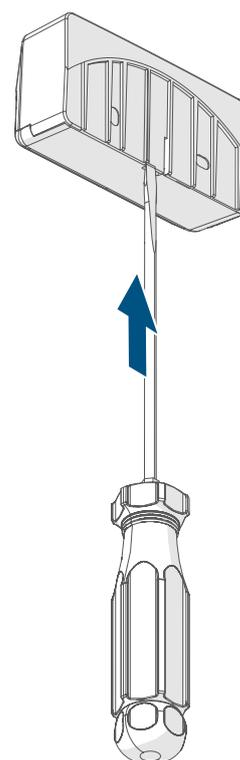

Figure 2
- Poussez légèrement vers l'arrière (si nécessaire avec un tournevis plat) la patte située à l'arrière du support mural (A) afin de dégager le module électronique (C) du support mural (*→ voir figure 2*).
- Poussez légèrement vers l'arrière (si nécessaire avec un tournevis plat) la patte située à l'arrière du support mural (A) afin de dégager le module électronique (C) du support mural (→ voir figure 2).
- Retirez la pile vide du compartiment à piles (D).
- Réinsérez la pile en respectant les repères de polarité et maintenez la touche système (E) enfoncée pendant 4 secondes jusqu'à ce que la LED de l'appareil (E) commence à clignoter rapidement en orange.